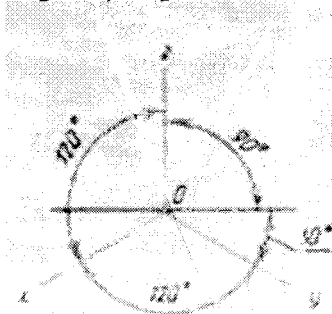

Рисунок 9
- 1) Провести ізометричні осі x, y, z (рисунок 9)